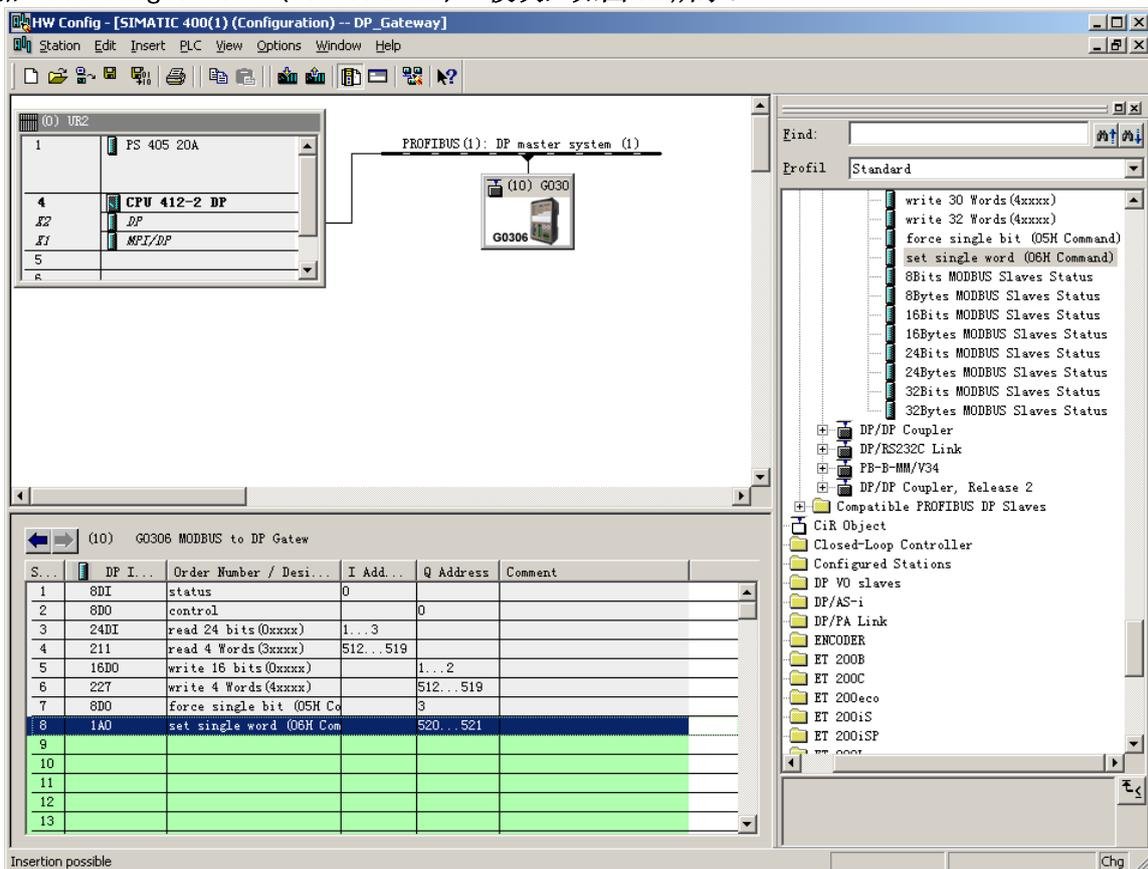

图 31 添加 “set single word (06H Command)” 模块
a) 添加 “set single word (06H Command)” 模块，如图 31 所示：